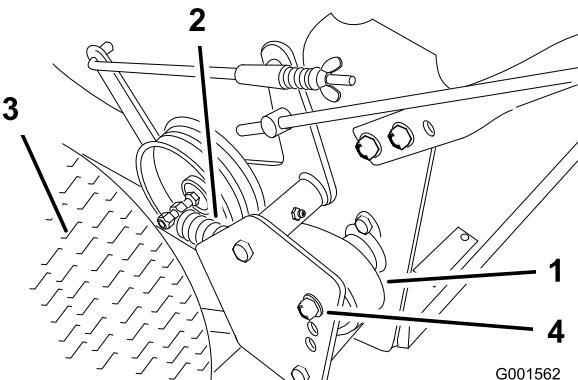

Figure 32
1. Enlevez la goupille fendue qui fixe la tige de frein au bras de frein pour détendre la poulie de tension de la courroie (Figure 32).
2. Enlevez les boulons inférieurs et desserrez les boulons supérieurs du déflecteur pour le faire pivoter et accéder à la courroie (Figure 32).
3. Soulevez la courroie et faites-la passer au-delà de la poulie de tension pour l'enlever de la poulie de entraînement (Figure 32).
6. Fixez le déflecteur avec les boulons retirés précédemment, serrés au couple correct (Figure 32).
7. Fixez la tige de frein au bras de frein avec la goupille fendue (Figure 32).